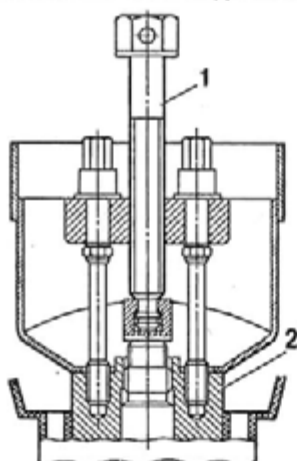

Рис. 160. Съемник для рулевого колеса:
- ослабить посадку рулевого колеса на валу съемником (рис. 160) и снять съемник;